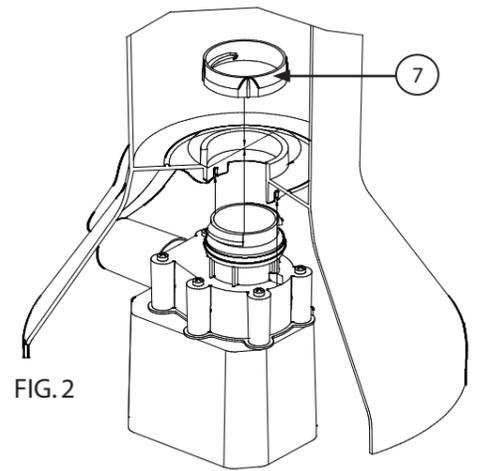
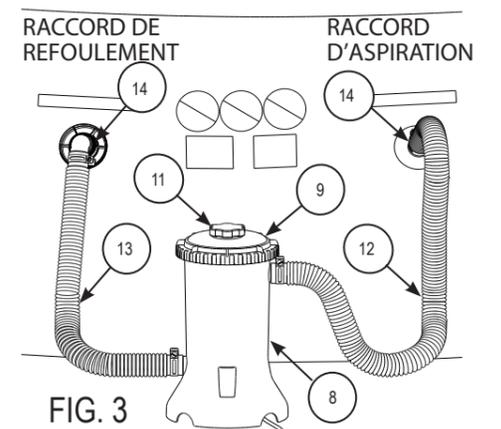

FIG. 2
FIG. 3
A. D'abord, retirez la bague de retenue (10) du couvercle étanche, le couvercle étanche (9) et la cartouche filtrante (15) de la boîte du filtre. Lubrifiez le joint torique de la pompe (5) avec de la vaseline. Tenez fermement la boîte du filtre (8) et insérez le corps de pompe (1) de manière que la sortie du boîtier du volute (4) passe à travers l'ouverture sur le côté de la base. Insérez la pompe à fond tout en faisant passer les deux nervures du boîtier du volute à travers les deux fentes dans le fond de la boîte. Par l'intérieur de la boîte, installez l'écrou de retenue de la pompe (7) audessus de l'entrée du boîtier du volute. Vissez l'écrou (7) dans le sens des aiguilles d'une montre jusqu'à un serrage ferme. Voir Fig. 2.
B. Prenez les Tuyaux d'Aspiration et de Refoulement (12, 13), et retirez deux Colliers de Serrage (14), du sac de quincaillerie. Desserrez les colliers de serrage et faites-les glisser sur une extrémité de chaque tuyau. Lubrifiez les joints toriques (24) sur la Boîte du Filtre (8) et le Boîtier du Volute (4) généreusement avec de la vaseline. Installez un tuyau sur l'entrée d'aspiration au haut de la boîte du filtre, et l'autre tuyau sur la sortie de refoulement à la base de la boîte du filtre. Serrez les deux Colliers de Serrage (14).
C. Repérez l'ensemble des éléments (21, 25-31) du Raccord de Refoulement. Lubrifiez le Joint d'Étanchéité RdR (Noir) (26) généreusement avec de la vaseline et posez-le sur le filetage du Raccord de Refoulement (25). Par l'intérieur de la piscine, insérez le Raccord de Refoulement (25) avec le Joint d'Étanchéité RdR(26) à travers le trou du Raccord de Refoulement dans la paroi de la piscine, voir Fig. 3 pour emplacement correct. Placez la Rondelle de Butée RdR (Blanche) (27) sur le Raccord de Refoulement ensuite vissez l'Écrou RdR (28) sur le raccord jusqu'à serrage à main. **NE PAS** trop serrer l'Écrou RdR ou rider la paroi de la piscine autour de la Rondelle de Butée RdR (27) ou du Joint d'Étanchéité RdR (26). Bouchez le Raccord de Refoulement (25) de la piscine avec le Bouchon RdR (21) par l'intérieur de la piscine. Mettez de côté le Raccord Buse RdR (30) et la Bague de Serrage RdR (31) pour installation ultérieure. Maintenant repérez l'ensemble des éléments (16-20) du Raccord d'Aspiration de la Piscine. Lubrifiez le Joint d'Étanchéité RdA (Noir) (17) généreusement avec de la vaseline et posez-le sur le filetage du Raccord d'Aspiration (16). Par l'intérieur de la piscine, insérez le Raccord d'Aspiration (16) avec le Joint d'Étanchéité RdA (17) à travers le trou du Raccord d'Aspiration dans la paroi de la piscine. Placez la Rondelle de Butée RdA (Blanche) (18) sur le Raccord d'Aspiration, ensuite vissez l'Écrou RdA (19) jusqu'à serrage à main. **NE PAS** trop serrer l'Écrou RdA ou rider la paroi de la piscine autour de la Rondelle de Butée RdA (18) ou du Joint d'Étanchéité RdA (17). Bouchez le Raccord d'Aspiration (16) de la Piscine avec le Capuchon RdA (20). Serrage à main seulement du Capuchon (20). Commencez à remplir la piscine.
D. Après avoir rempli la piscine, positionnez l'Ensemble Filtre entre les deux raccords sur la paroi de la piscine et environ 15 cm loin de la base. Le tuyau d'aspiration (12), raccordé au haut de la boîte du filtre doit faire face à droite, et le tuyau de refoulement (13), raccordé à la pompe au bas de la boîte du filtre doit faire face à gauche; voir Fig. 3.
E. Glissez les deux colliers de serrage (14) restants sur les extrémités des deux tuyaux. Lubrifiez généreusement avec de la vaseline les Joints Toriques (24) sur les raccords de la paroi, ensuite attachez les tuyaux aux Raccords d'Aspiration et de Refoulement montés sur la paroi de la piscine. Le Raccord d'Aspiration de la Piscine est sur la droite, et le Raccord de Refoulement est sur la gauche, voir FIG. 3. Bien tenir en place les deux tuyaux en serrant les deux Colliers de Serrage (14).
F. Dévissez de 1-1/2 tours la vis évent (11) sur le couvercle étanche (9). REMARQUE: IL EST NÉCESSAIRE D'ÉVENTER LE SYSTÈME POUR LAISSER L'AIR S'ÉCHAPPER QUAND LA BOÎTE DU FILTRE SE REMPLIT D'EAU.
G. Retirez le Bouchon RdR (21) du Raccord de Refoulement (25) de l'intérieur de la piscine. Aussi retirez le Capuchon RdA (20) du Raccord d'Aspiration (16). Cela permettra au système de filtrage de se remplir d'eau. NE PAS jeter le Bouchon RdR (21) et le Capuchon RdA (20). Vous en aurez besoin lors du remplacement de la cartouche filtrante ou l'entretien de la pompe. Quand le système est plein, l'eau doit ressortir par la rainure de la vis évent. Serrez à main la vis évent dans le couvercle étanche jusqu'à ce que le joint torique forme avec la vis un joint étanche et l'eau s'arrête de couler.
H. À ce point, l'ensemble filtre doit être étanche. Vérifiez tous les tuyaux et les raccords, la vis évent, pour s'assurer de l'absence de fuite d'eau. Si vous trouvez des fuites, voyez #4 dans le Guide de Dépannage en page #8. Maintenant installez le Raccord Buse RdR (30) et la Bague de Serrage RdR (31) sur le Raccord de Refoulement (25).